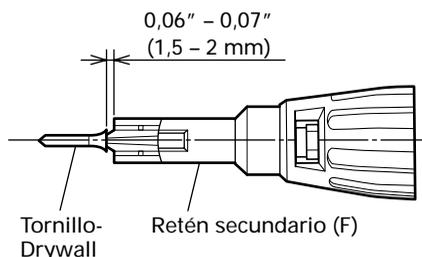

Fig. 5
(2) Para tornillos-Drywall (Fig. 5) Montar el tornillo-Drywall en la broca y graduar la distancia entre el extremo del retén secundario y la cabeza del tornillo a 0,06" – 0,07" (1,5 – 2 mm).